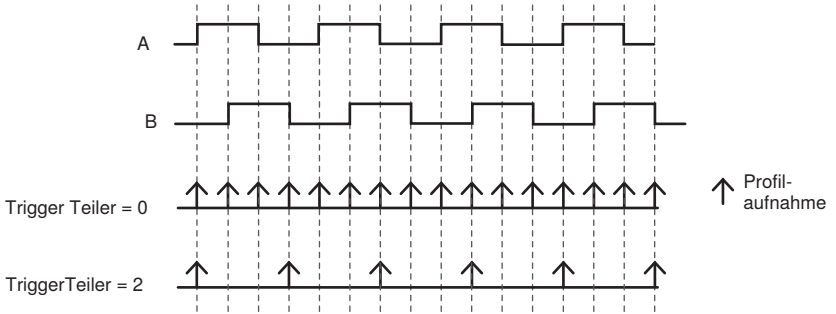

Abb. 62: Trigger Teiler
- » Trigger Teiler: 0 bzw. 2 (siehe Abb. 62)
Beispiel: Wird für „Trigger Teiler“ die Zahl 149 eingetragen, so nimmt der Sensor bei Impuls 150, 300, 450 usw., ein Profil auf (s. auch Abb. 62). Die maximal erlaubte Eingangsfrequenz am E/A beträgt 1MHz.